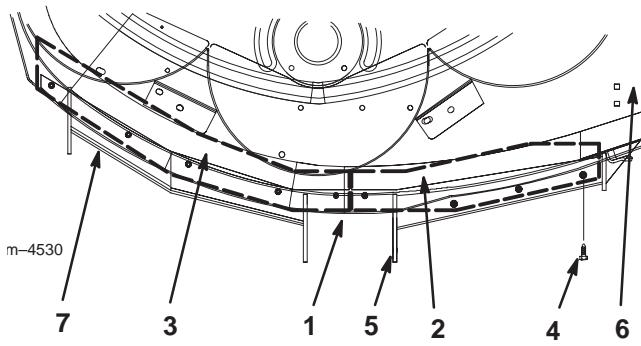

Bild 15
**Hinweis:** Alle Öffnungen zur Montage der Mulch-Ablenkbleche sind gebohrt (Bild 15).
- Positionieren Sie die Ablenkbleche wie in Bild 15 dargestellt.
**Hinweis:** Die Kanten der Ablenkbleche müssen in der Mitte zwischen den vorderen Rollenbügeln liegen (Bild 15).
- Setzen Sie die Schrauben ein und ziehen Sie sie fest (Bild 15).